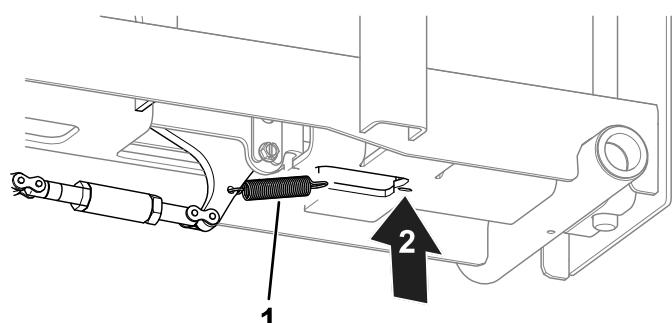

**Figura 14**
8. Utilice un eslabón de la cadena para instalar el tensor del eslabón de la cadena al tope de la rueda (Figura 14).